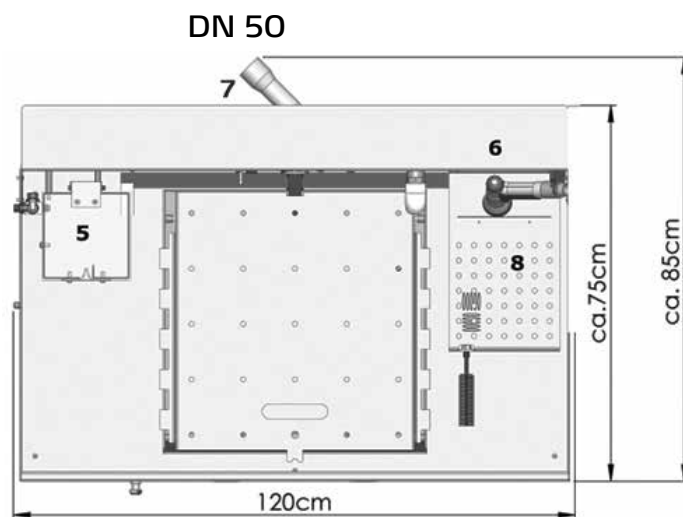

Fig. 2
- Nettoyage des outils sur la station de nettoyage de pinceaux (fourniture avec le kit ColorFree TOP) (8) fig. 2, 7